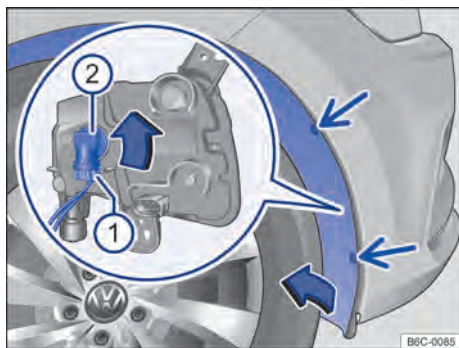

Fig. 168 Na caixa de roda dianteira: acesso à lâmpada incandescente do farol de neblina.
- 2** Remover os parafusos de fixação do revestimento da caixa de rodas → Fig. 168 (setas) com o auxílio de uma chave de fenda.
- 5** Retirar o conector de alimentação da lâmpada → Fig. 168 **1**, pressionar, ao mesmo tempo, a trava de fixação do conector.
- 6** Girar o soquete da lâmpada → Fig. 168 **2**, no sentido anti-horário até o batente, e desencaixá-lo do alojamento.
- 13** Recolocar os parafusos de fixação → Fig. 168 (setas) e apertá-los.